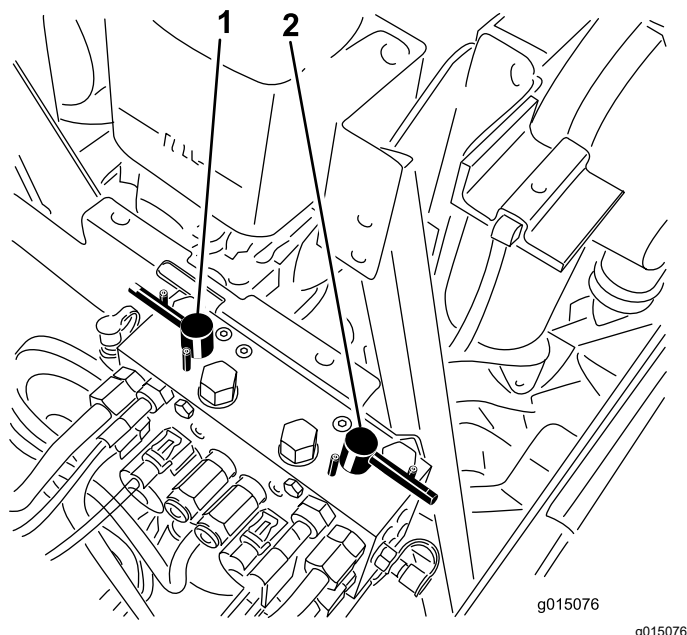

Figura 122
4. Selecione as alavancas de retificação dianteiras, traseiras ou ambas para determinar quais as unidades a retificar (Figura 122).